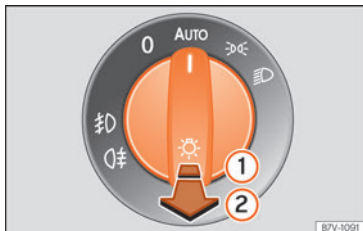

Fig. 79 Instrumentpanel: lyskontakt
- **Tænding af tågeforlygter*** D : Træk lyskontakten ud til første hak $\gg$ Fig. 79 ①, mens den er i position Q , D eller **AUTO**.
- **Tænding af tågebaglygte** Q : Træk lyskontakten ② helt ud fra position Q , D eller **AUTO**. I biler uden tågeforlygter har denne kontakt kun én position.